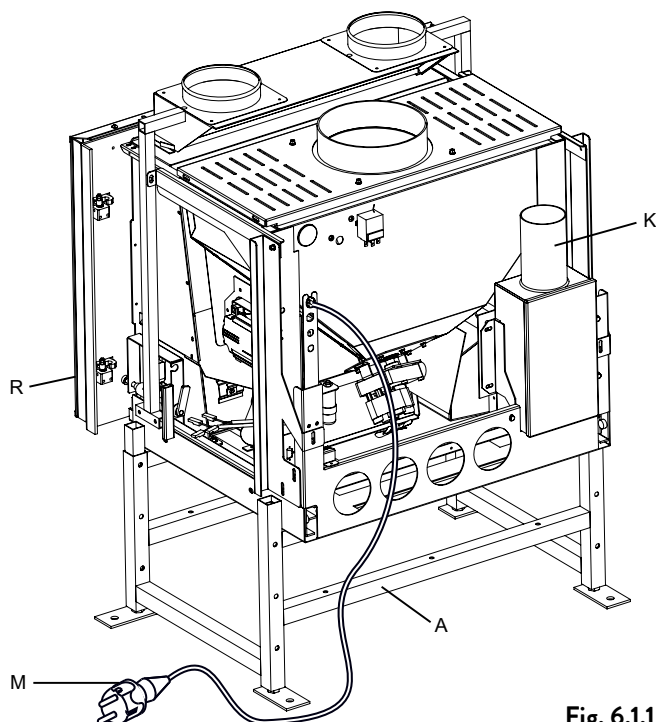
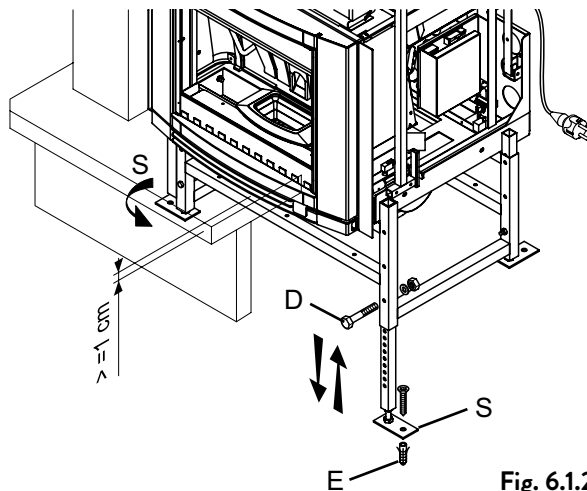
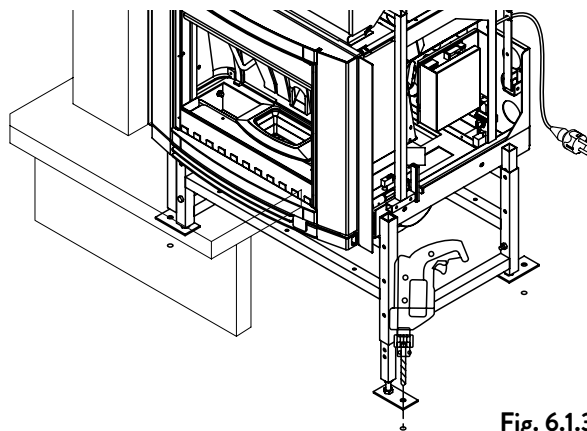

Fig. 6.1.1
Fig. 6.1.2
Fig. 6.1.3
Le châssis d'extraction est composé de (Fig. 6.1.1) :
Installation (Fig. 6.1.1, Fig. 6.1.2, Fig. 6.1.3) :
- 3) Percer 4 trous Ø 8 pour la fixation au sol du châssis (Fig. 6.1.3). Utiliser le châssis comme gabarit.
- 4) Fixer les pieds (S) du soubassement à l'aide de solides chevilles expansibles en acier Ø 8 mm (E).
- 5) Relier le collecteur de sortie (K) au conduit de sortie des fumées.
- 7) Prévoir l'arrivée de la ligne électrique à l'arrière de l'insert (M).